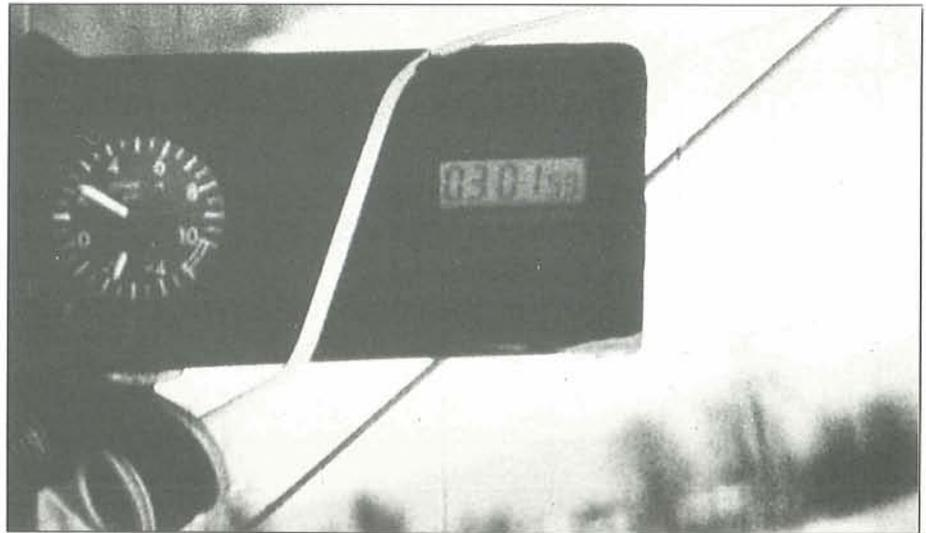
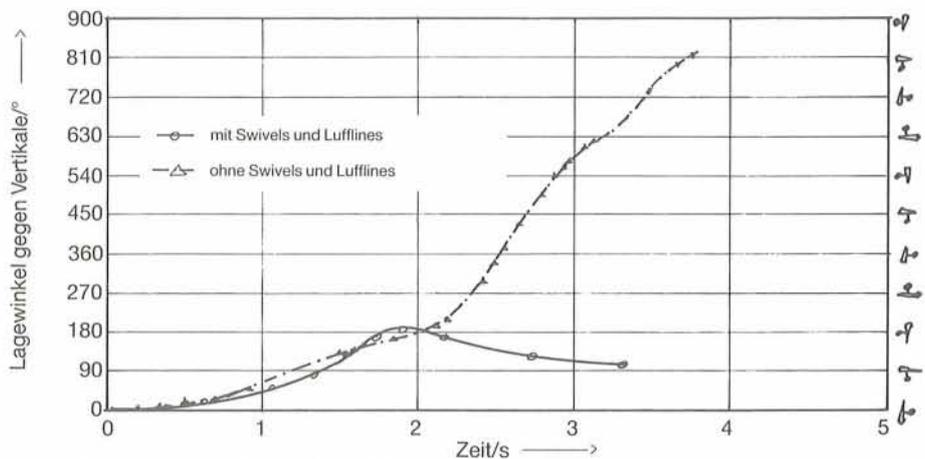
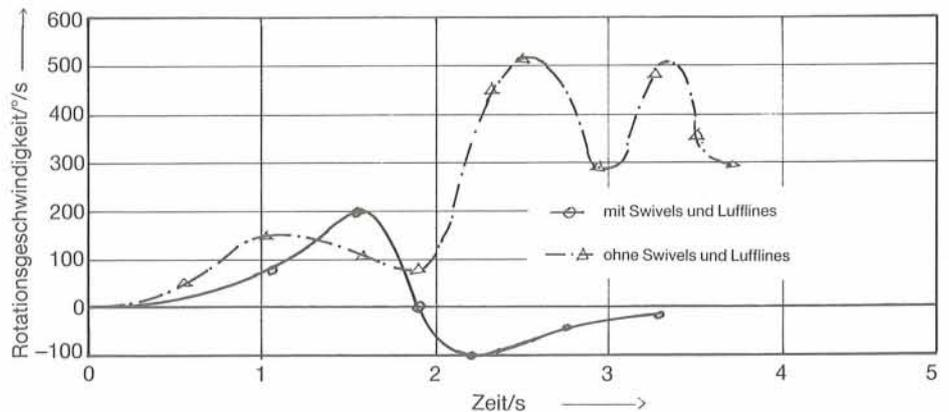

Abb. 22: Blick der Filmkamera auf die Bordinstrumente während eines Rotationssturzes
Abb. 23: Lagewinkel über der Zeit
Abb. 24: Rotationsgeschwindigkeit über der Zeit
Zuordnungen zu bekommen. In unserem Fall wurde ein Beschleunigungsmesser zusammen mit einer Digitaluhr gefilmt (Abb. 22). Die Aktivierung der Kamera erfolgte über Modellflug-Funkfernsteuerung. Die gesamte »Telemetrieaufgabe« hatte Charlie Jöst übernommen und perfekt gelöst. Am 28. 2. 1986 startete damit eine weitere Versuchskampagne, welche die noch fehlenden Daten lieferte. Bei einer ersten Betrachtung der Beschleunigungsaufzeichnungen ergaben sich zunächst Ungereimtheiten. Im oberen Tuck-Punkt, wenn also der Versuchsdrachen kurzzeitig Normlage hat, ergaben sich leicht positive Beschleunigungen. Die Filmaufnahmen vom Boden aus zeigten aber in dieser Phase nach unten durchgeschlagenes Segel, was eindeutig noch Negativbeschleunigung bedeutet. Der scheinbare Widerspruch löst sich erst, wenn die erhebliche Rotationsgeschwindigkeit im Tuck und die damit verbundene Zentrifugalbeschleunigung mit eingerechnet wird. Mit anderen Worten: Die Beschleunigungswerte hängen im Drachen vom Ort der Messung ab. Für eine flugmechanische Analyse des Tucks ist es sinnvoll, die Beschleunigung auf den Schwerpunkt des Gesamtsystems zu beziehen, denn dann läßt sich eine Korrelation mit den Luftkräften am Segel herstellen. (Der Beschleunigungsmesser mißt, wie in der Fliegerei üblich, die Beschleunigungskomponente senkrecht zur Flügelsebene) Wird z. B. eine solche Beschleunigung im Maximalwert zu  $-40 \text{ m/s}^2$  ermittelt ( $-4 \text{ g}$ ) und wiegt der Drachen mit Ballast  $110 \text{ kg}$ , so ist nach der Formel  $F = m \cdot a$  die Kraft am Segel  $F = -110 \text{ kg} \cdot 40 \text{ m/s}^2 = -4400 \text{ N}$ , also etwa  $-440 \text{ kp}$ . Solche Kräfte wurden in der Tat im Tuck ermittelt! Aber wie sollte die Rotationsgeschwindigkeit des Drachens, seine »Drehzahl« mit eingerechnet werden, wo sie gar nicht gemessen wurde? Glücklicherweise war die »Drehzahlinformation« doch recht genau mit aufgezeichnet worden, denn die Kamera (Abb. 21) hatte meist auch etwas Landschaftshorizont im Blickfeld, oder wenigstens horizontal verlaufende Wege an den Abhängen des Kochertals. Damit konnten zeitlich exakt zugeordnete Winkellagen ermittelt werden, das Resultat der Aufzeichnung ist in Abb. 23 zu sehen. Die Lagewinkel bei der Tuck-Bewegung nehmen laufend zu, was einer fortlaufenden Rotationsbewegung entspricht. Das abfangende Gerät mit
Swivels und Lufflines geht nach dem Abkippen bis ca.  $20^\circ$  über die Vertikale hinaus auf negative Lage- und Anstellwinkel (Zeitpunkt 1,8 Sekunden) und nähert dann im positiven Abfangbogen die Horizontale, also  $90^\circ$  an. Die grafische Ableitung der Kurven von Abb. 23 gibt die Rotationsgeschwindigkeit oder »Drehzahl« wieder (Abb. 24). Deren Ermittlung war notwendig, wie oben beschrieben, zur Umrechnung der Beschleunigung
energie aufnehmen und anschließend in negativere Lagen abkippen, als bei nur 5 m langem Abrutschen. So sind z. B. die unterschiedlichen Kurven in Abb. 24 in den ersten 1,5 Sekunden zu erklären: Der Drachen mit Swivels und Lufflines ist etwas länger nach rückwärts gerutscht, er ist dann im Maximum mit  $200^\circ/\text{s}$  auch schneller vornübergekippt, als der Tuck-Kandidat ohne Swivels mit maximal  $150^\circ/\text{s}$ . Es ist beruhigend, daß der »sichere Drachen« trotz Tuck-trächtigerer Ausgangsbedingungen dennoch abgefangen hat.
2. ein negativer Anstellwinkel von ca. 15 Grad (Abb. 23);